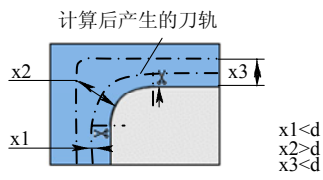

图 2-35 最小毛坯宽度
- **【最小毛坯宽度】:** 最小毛坯宽度是为了保证下道工序的加工质量, 而在当前工序设定的一个安全值。一般来说最小毛坯宽度=曲面精度+曲面余量+0.25, 其中后面一个数 0.25 为保险系数, 可以根据不同需要进行调整。在计算当前工序前, 系统会根据毛坯或前一工序的结果与零件模型在每一加工层轮廓对应的部位进行比较: 如果相差值 (水平方向余量) 大于所设定的最小毛坯宽度, 刀具就会在此加工层加工此部位; 否则此部位将被视作不必要的加工部位。如果整个加工层没有部位可以加工, 可以跳到下一层进行比较, 如图 2-35 所示。